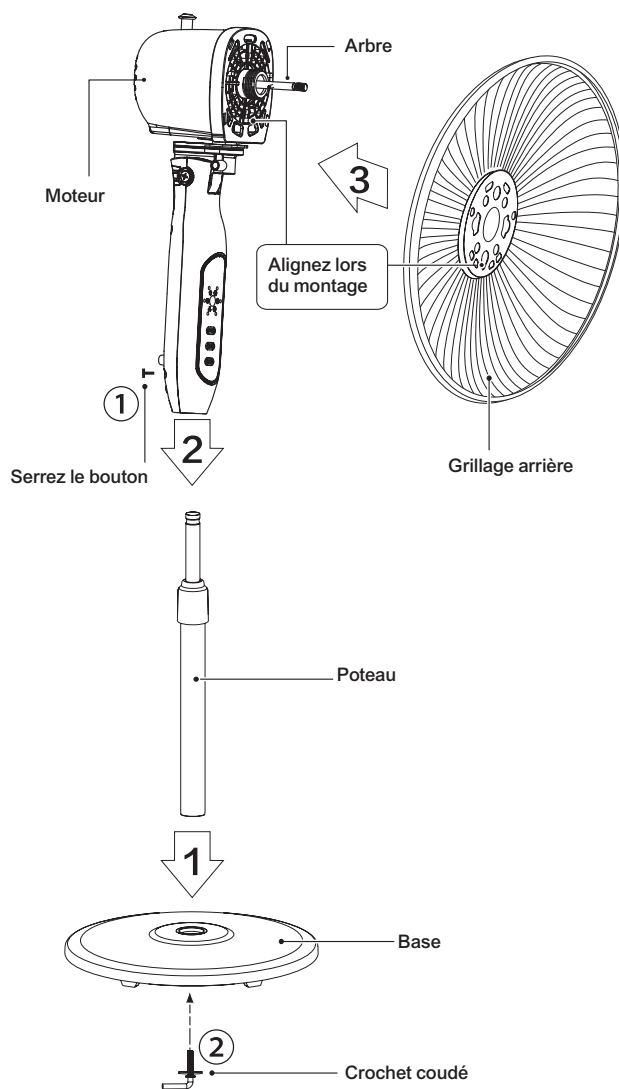

Fig. 1
2. Posez l'unité motrice sur le poteau et resserrer l'anneau d'ajustement de la partie supérieure sur le poteau (voir la figure 1)
3. Desserrez la tête de fixation sur l'unité motrice en la tournant dans le sens horaire, puis retirez le contre-écrou en le tournant dans le sens antihoraire. Insérez le déflecteur arrière sur l'unité motrice (voir la figure 1)